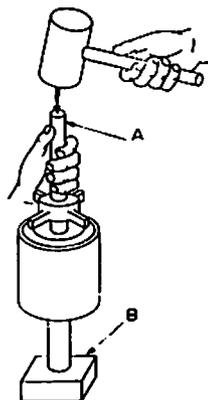

Fig. 9
- 1 - Remonter les brasseurs d'air 19 à l'aide d'une douille « A » de même diamètre que la bague intérieure des roulements (fig. 9).